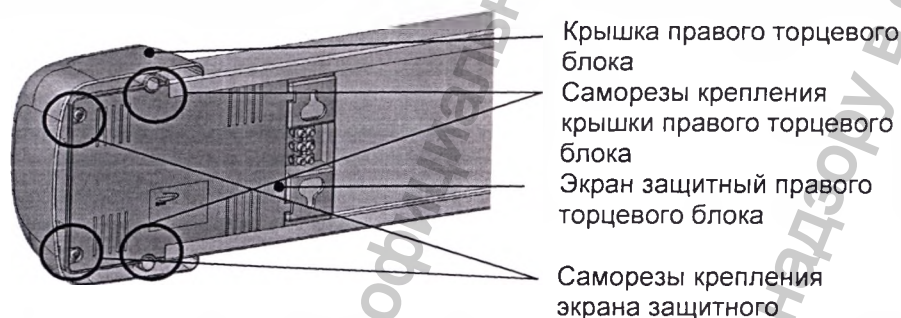

Рис.4
- Снять крышку правого торцевого блока, предварительно открутив крепящие его саморезы (рис.4).
- Установить крышку торцевого блока на место, закрепив саморезами (рис.4).
- Снять экран защитный правого торцевого блока, предварительно открутив саморезы крепления экрана защитного (рис.4).
- Установить экран защитный, закрепив 2 саморезами (рис.4).
- Снять экран защитный правого торцевого блока, предварительно открутив саморезы крепления экрана (рис.4).
- Снять крышку правого торцевого блока, открутив 2 самореза (рис.4).
- Установить крышку правого торцевого блока, закрепив 2 саморезами (рис.4).